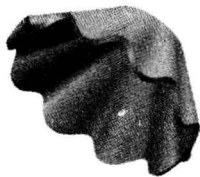

图 1.2.8 加厚特征 1
Step9. 创建图 1.2.8 所示的面加厚特征 1。选择下拉菜单 **插入(I) → 偏置/缩放(O) → 加厚(T)...** 命令，在 **面** 区域中单击  按钮，选取图 1.8 所示的曲面为加厚的对象。在 **偏置 1** 文本框中输入值 1.0，在 **偏置 2** 文本框中输入值 0，单击 **< 确定 >** 按钮，完成加厚特征 1 的创建。